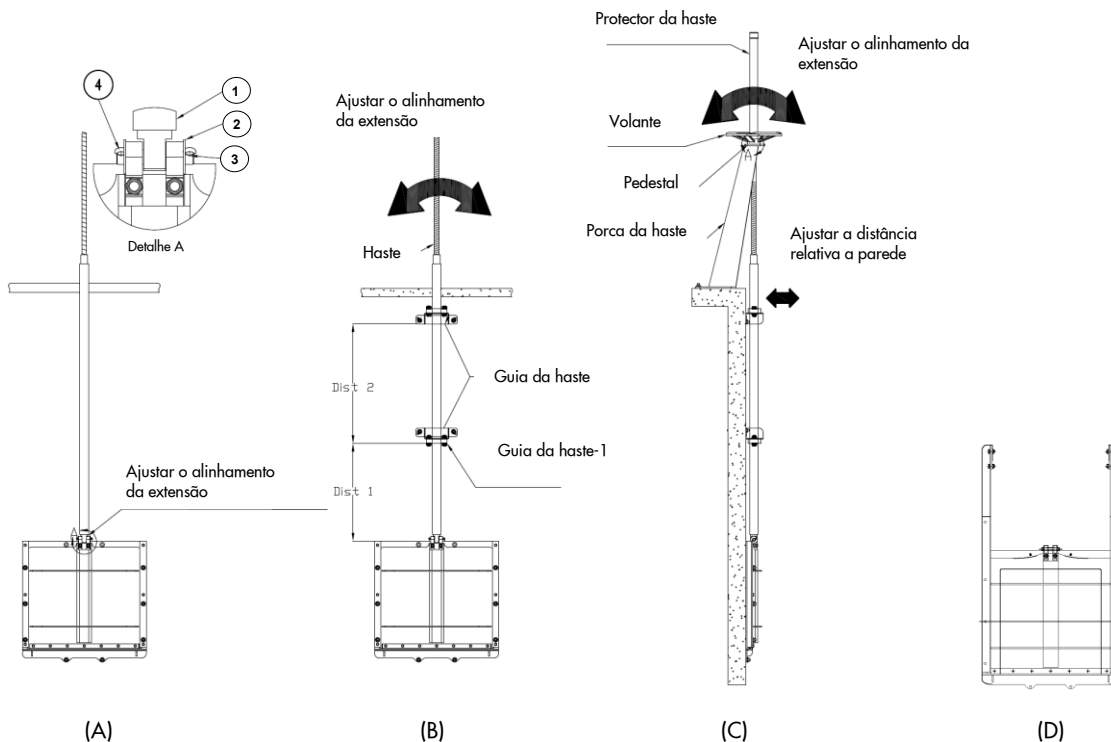

Figura 9
1. Conecte a extensão da haste à comporta de parede (Figura 9-A e Detalhe A). Conecte a extensão da haste (item 1) utilizando o pino (item 4). Para este procedimento, a arruela (item 2) e o contrapino (item 3) devem ser removidos e reinstalados
3. Em seguida, instale (perfure e aperte os chumbadores) todas as guias da haste, exceto a primeira (ver Figura 9-B "Guia da haste-1"). Consulte o Desenho de Arranjo Geral para as dimensões ("Distância 1", "Distância 2", na Figura 9-B)
5. Posicione o pedestal e o acionamento. Coloque a haste na porca da haste e gire o pedestal e o acionamento para ajustá-los ao nível do piso de operação. Certifique-se de que a extensão da haste esteja perfeitamente alinhada e paralela à superfície da parede, ajustando o desvio se necessário, das guias (U)HMWPE. Uma vez que a extensão da haste esteja perfeitamente alinhada, instale o pedestal (perfure e aperte os chumbadores)
6. Opere a comporta e posicione-a na posição aberta. Instale a "Guia da Haste 1" de forma que a parte superior do obturador encoste na guia da haste. Note que a "Guia da Haste 1" é instalada na orientação indicada nas Figuras 9-B e 9-C (guias (U)HMWPE voltadas para baixo). Alguns modelos incorporam barras laterais extendidas, quais realizam também a função de tope mecânico para a posição aberta (ver figura 9-D). Neste caso, não é preciso colocar o primeiro suporte na distância "Dist-1". Em caso de dúvidas, consultar o plano de aprovação